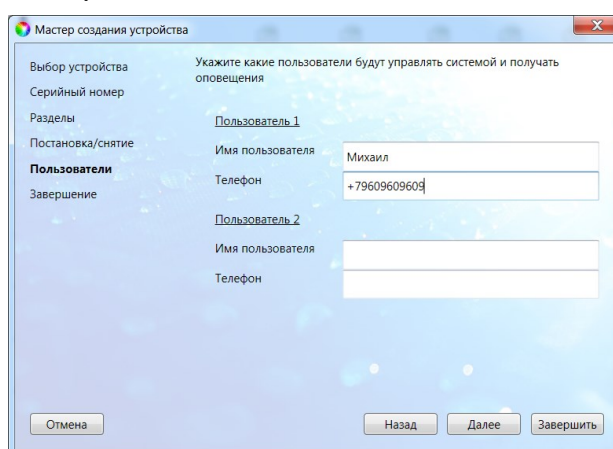

Рис. 5.9. Окно *Пользователи*
12. В следующем окне *Пользователи* можно указать имена и номера телефонов первых двух пользователей (рис. 5.9).